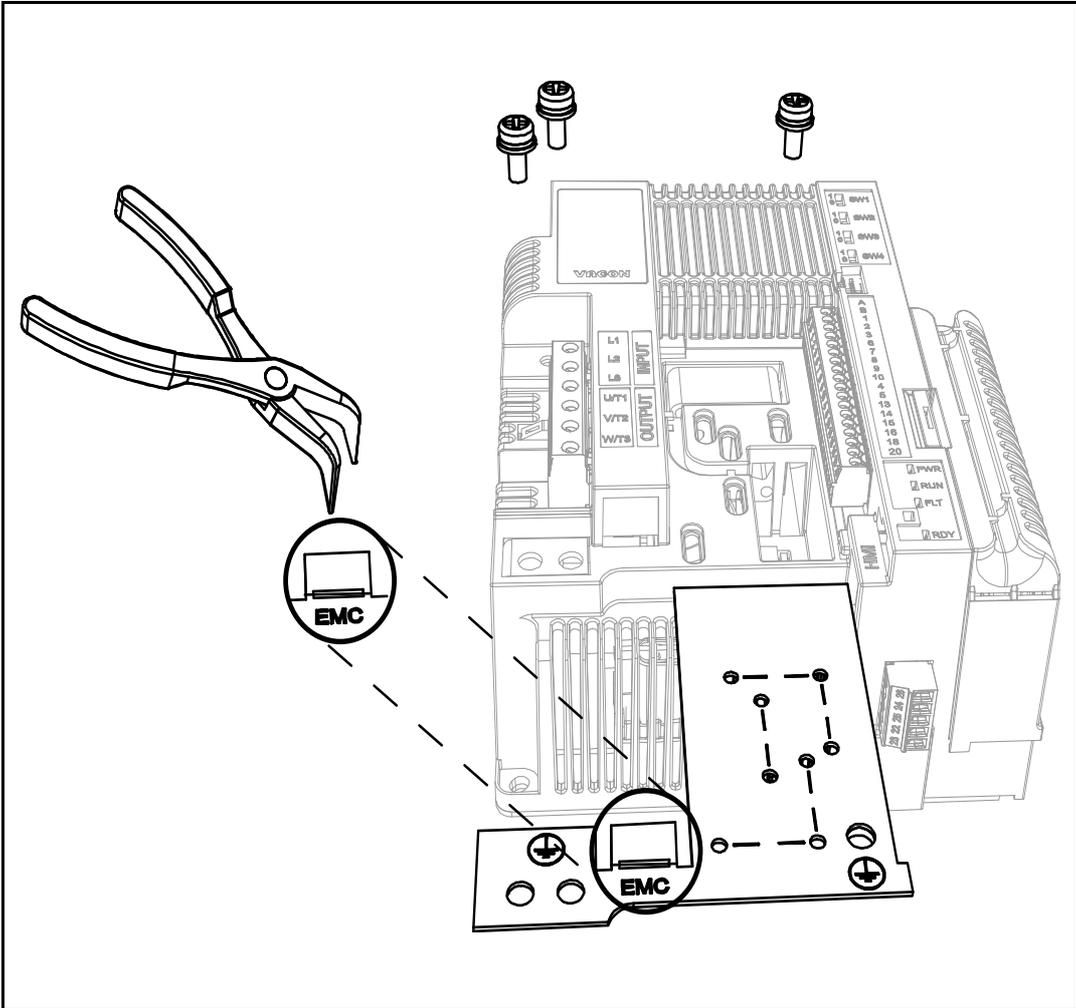

Abbildung 37. Änderung der EMV-Klasse bei Baugröße MS2 (3-phasige Baureihe).
- 2** Das EMV-Panel vom Gerät entfernen. Dann die Platte mit der Zange anheben, um das EMV-Panel von der Erdung zu trennen. Siehe Abbildung 37.